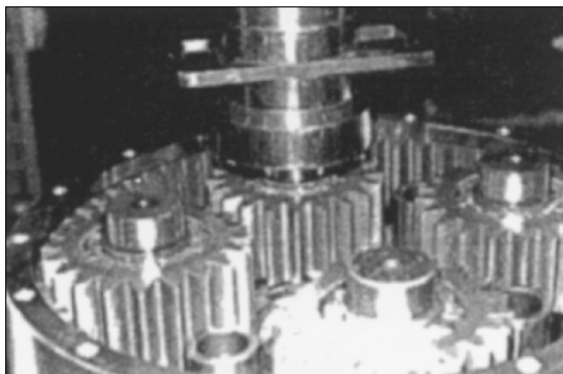

Рис. 103
12. Используя пресс, установите четыре собранных планетарных шестерни. Рис. 103.